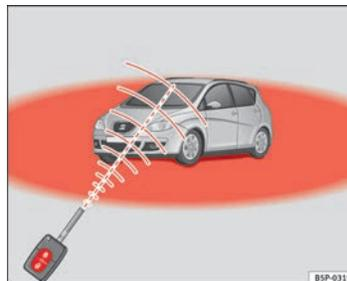

Fig. 65 Radio de acción del mando a distancia por radiofrecuencia
- El mando a distancia por radiofrecuencia funciona únicamente dentro de su radio de acción => fig. 65 (zona roja).